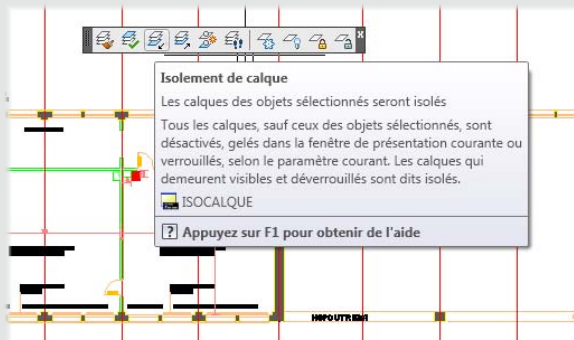

Figure 7
1. Activons l'outil Isoler un calque de la barre d'outils Calque II (voir Figure 7).